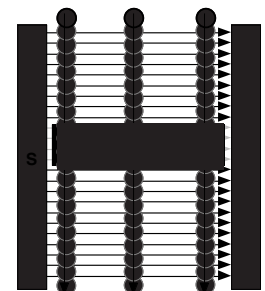

Bild 25.4 Durchfahren des Schutzfeldes mit entsprechendem Prüfstab
- f. Nach Neuprogrammierung oder Austausch des Empfängers das Schutzfeld überprüfen:** Das Schutzfeld muß mit dem entsprechenden Prüfstab durchfahren werden. Hierbei ist darauf zu achten, daß das Durchfahren mit dem Prüfstab direkt vor dem Sender, sowie direkt vor dem Empfänger und in der Mitte zwischen Sender und Empfänger erfolgt. (siehe Bild 25.4) Dabei darf weder die grüne LED noch die gelbe LED aufleuchten. Dadurch werden mögliche Um Spiegelungen durch im Schutzfeld eingelernte reflektierende Teile erkannt.